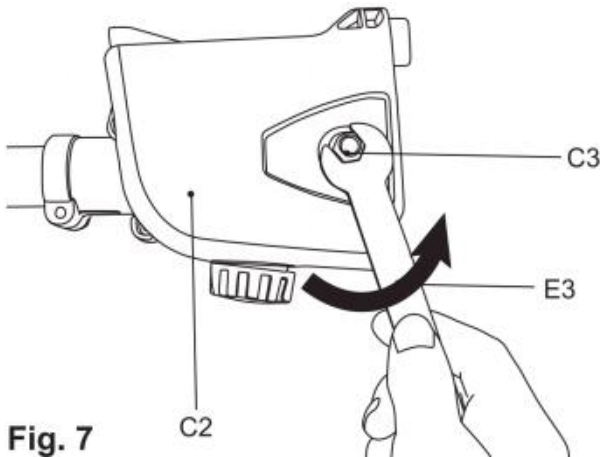

Fig. 7
- 3) Lösen Sie die Haltemutter (C3) mit dem Montageschlüssel (E3) gegen den Uhrzeigersinn und entfernen Sie dann die Seitenabdeckung (C2). (Abb.7)